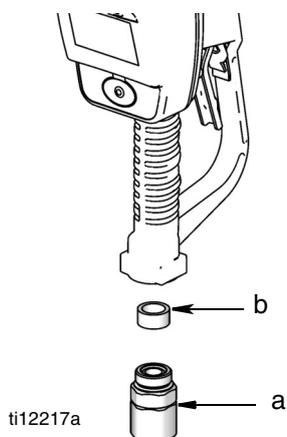

FIG. 2
2. Enlevez l'émérillon (a), l'entretoise (b) et le joint torique (c) du compteur (FIG. 2). Réinstallez l'entretoise (b).